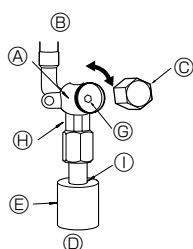
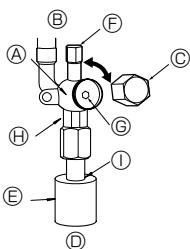

Fig. 4-5
Fig. 4-6
(1) Lado do gás para o P100-P140 (Fig. 4-5)
- ① Retire a tampa e rode a válvula para a esquerda o máximo que puder com uma chave sextavada de 5 mm. Pare de rodar quando esta alcançar o batente. (ø15,88: Aproximadamente 13 rotações)
- ② Certifique-se de que a válvula de paragem esteja completamente aberta e gire a cápsula de volta à sua posição original.
(2) Lado do líquido do P100-P140 (Fig. 4-6)
- ① Retire a tampa e rode a válvula para a esquerda o máximo que puder com uma chave sextavada de 4 mm. Pare de rodar quando esta alcançar o batente. (ø9,52: Aproximadamente 10 rotações)